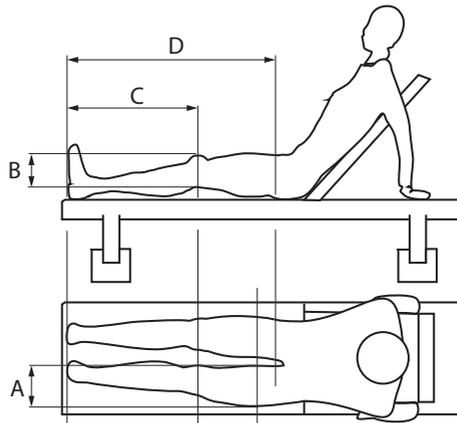
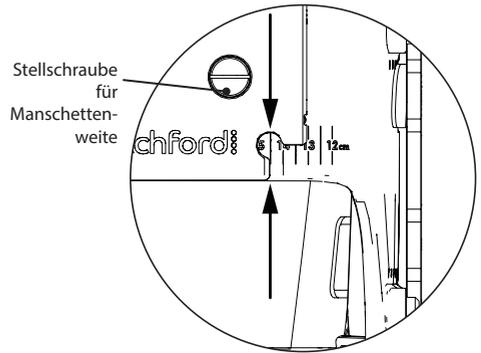

Abb. 13
Abb. 14
1. Positionieren Sie den Anwender wie in Abb. 13 gezeigt, wobei er bequem auf einer horizontalen Untersuchungsliege sitzt.
3. Nehmen Sie die folgenden Maße ab (siehe Abb. 13), wobei das betroffene Bein horizontal liegt, und berücksichtigen Sie die Dicke der Kleidung bei den Messungen:
5. Lösen Sie die Weiten-Stellschrauben der Manschette für den unteren Oberschenkel und den Unterschenkel und schieben Sie die Manschettenseiten nach Bedarf gleichmäßig zusammen oder auseinander, bis die Manschettenweite der maximalen Oberschenkelbreite A des Anwenders entspricht (siehe Abb. 13). Nutzen Sie dafür die Zentimeterskala auf jeder Manschette. Ziehen Sie zuletzt jede Stellschraube mit einem Drehmoment von 5 Nm an, um sie an ihrer Position zu fixieren. Siehe Abb. 14 für das Ablesen der Manschettenskala.
Hinweis... Die Skalen an den Manschetten werden wie in Abb. 14 dargestellt an der Pfeilposition abgelesen, wobei die innere vertikale Kante der äußeren Manschette (direkt unter der Mitte der Bohrung) an der Skala der inneren Manschette ausgerichtet ist. Im Beispiel ist eine Weiteinstellung der Manschette für den unteren Oberschenkel von 14,5 cm dargestellt.
2. Schieben Sie die medialen und lateralen Extensionsstreben gleichzeitig nach außen/innen, um die Kniehöhe der Orthese gleichmäßig auf der medialen und lateralen Seite zu erhöhen/zu verringern. Fahren Sie so lange fort, bis sich die Drehpunkte von Knie und Mitläufergelenk auf der gleichen benötigten vertikalen Höhe befinden (Messung C in Abb. 13 minus berechnetem Versatz).
2. Heben/Senken Sie die Manschette für den oberen Oberschenkel und den Riemen, indem Sie die Extensions-Verriegelungsschrauben an der lateralen oberen extendierbaren Seitenstrebe des Knies lösen. Verschieben Sie anschließend die Strebe, sodass der Riemen des oberen Oberschenkels auf der medialen Seite etwa 5 cm unterhalb der Leiste liegt (entspricht der Innenbeinlänge D des Anwenders in Abb. 13).